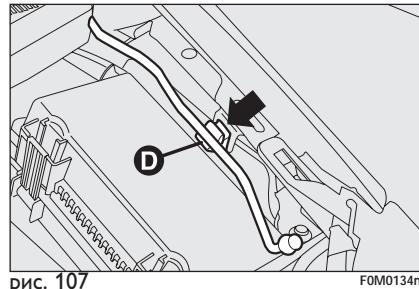
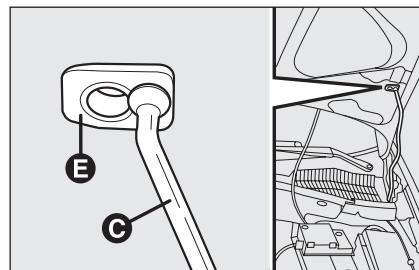

рис. 107
рис. 108
- Поднимите капот и в тоже время высвободите стержень **D-рис. 107** из крепления, а затем установите конец стержня **C-рис. 108** в гнездо **E**.
- Удерживайте капот в верхнем положении одной рукой, а другой рукой выньте стержень **C**-рис. 108 из гнезда **E** и установите его на штатное место в крепление **D**-рис. 107;